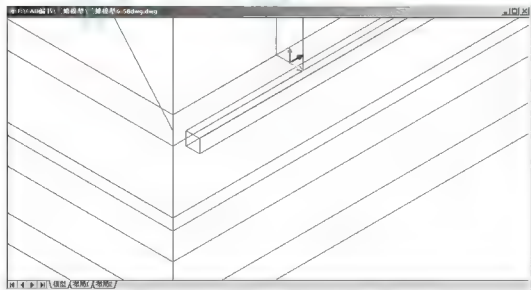

图 6.65 向 Z 轴正方向移动 120mm 后的窗台线
(1) 向 Z 轴正方向移动 120mm。
- ① 在命令行输入“M”后按 Enter 键，启动【移动】命令。
- ② 在选择对象：提示下，选择刚才建立的窗台线模型。
- ③ 在指定基点或 [位移(D)]<位移>：提示下，在绘图区域单击任意一点作为移动的基点。
- ④ 在指定基点或 [位移(D)]<位移>：指定第二个点或 <使用第一个点作为位移>：提示下，输入“@0, 0, 120”，表示将窗台线模型向 Z 轴正方向移动 120mm，结果如图 6.65 所示。